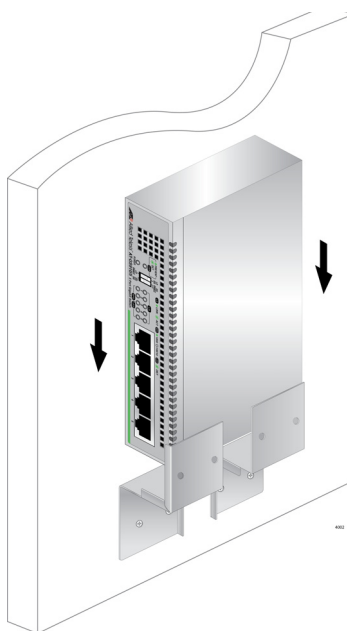

Рисунок 23. Размещение коммутатора в кронштейнах
7. Задвиньте коммутатор в кронштейны на стене, как это показано на рис. 23.